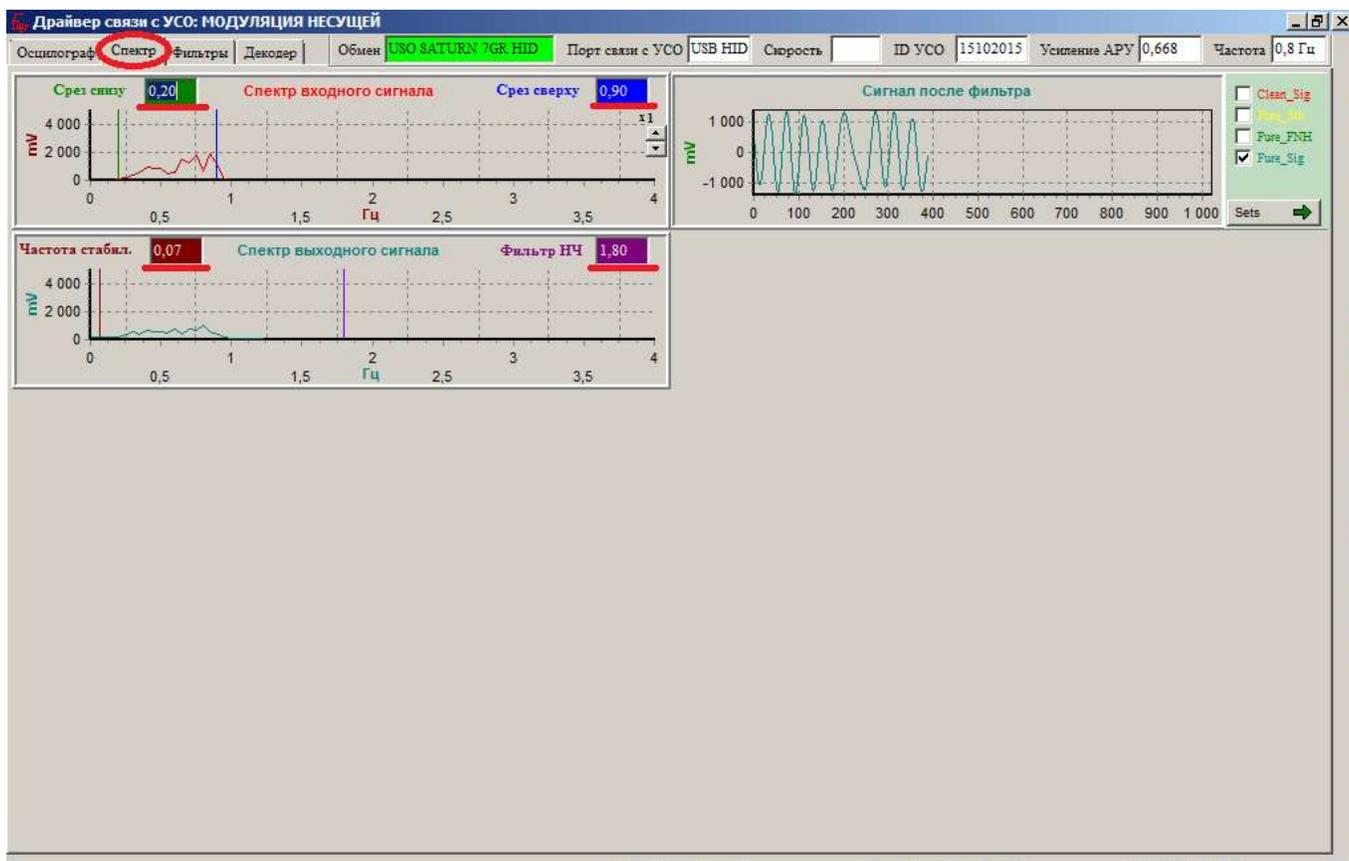

Рисунок 10.30
- Во вкладке «Спектр» значения фильтров перестраиваются автоматически (в отличие от более ранних версий «Saturn»), но все равно проверяем, значения должны быть как на рисунке. При необходимости они могут быть скорректированы (Рисунок 10.30).